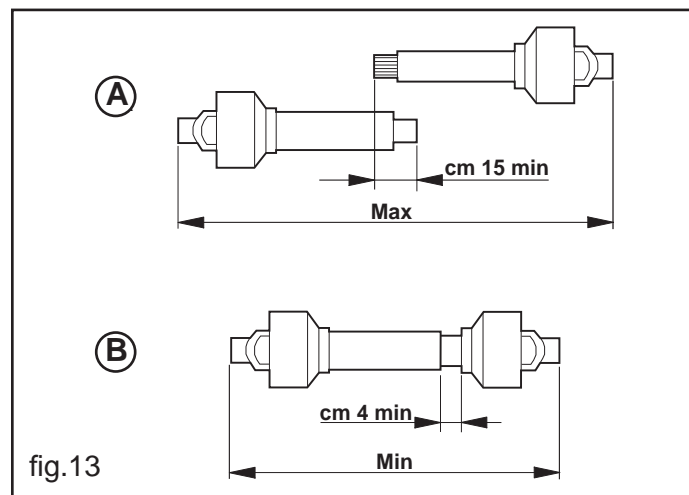

fig.13
- Quando l'albero cardanico è sfilato al massimo, i due tubi devono sovrapporsi per almeno 15 centimetri (A, fig.13). Quando esso è inserito al massimo, il gioco minimo consentito deve essere di 4 centimetri (B, fig.13).